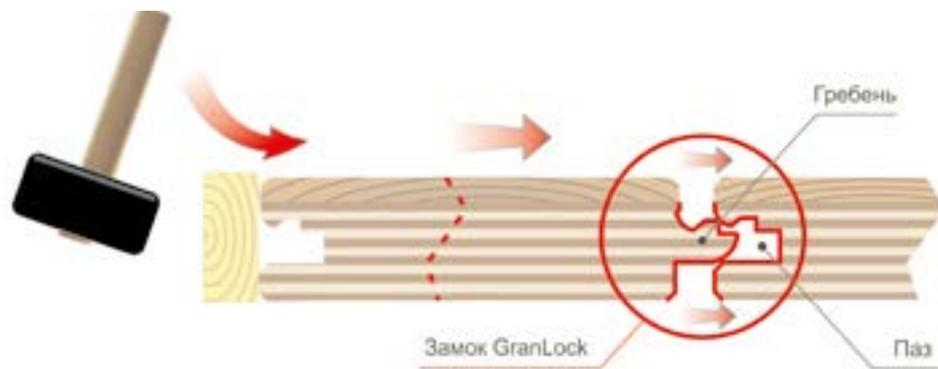

Рис. 2 Соединение «GranLock»
2. Замковое соединение «GranLock» - располагается на торцевой кромке доски. Для запирания замка выступ на торце каждой последующей доски вставляется в паз предыдущей и аккуратно вбивается молотком - происходит защелкивание замка (рис.2).